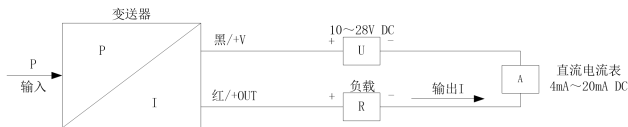

图 7
a) 二线制 4mA~20mA DC 输出的电气连接方法见图 7。